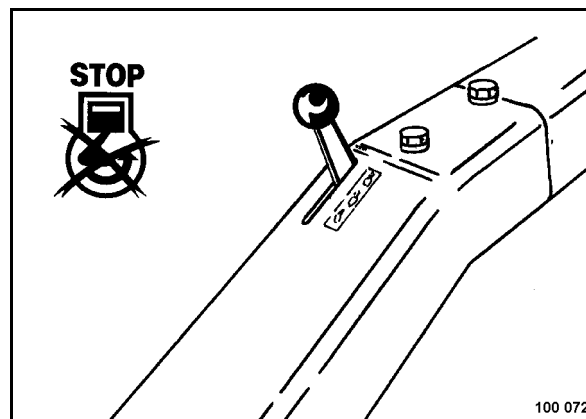

рис. 39
- Установить рычаг управления частотой вращения (рис. 39) в положение "STOP".